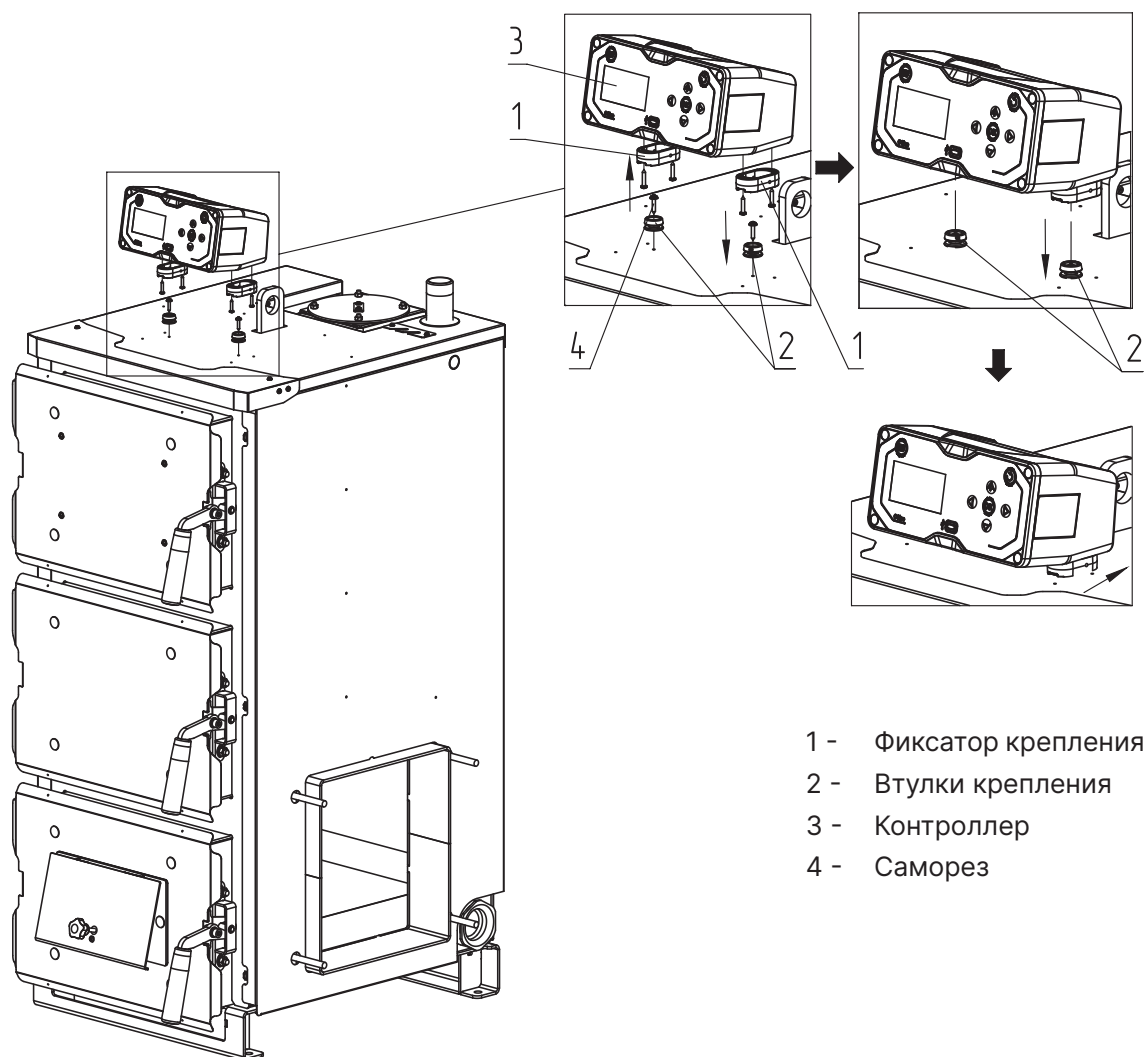

Рис.9 Монтаж контроллера
2. С помощью саморезов (**Рис.9, поз.4**) прикрепите к контроллеру (**Рис.9, поз.3**) фиксаторы крепления (**Рис.9, поз.1**);
3. Втулки крепления (**Рис.9, поз.2**) прикрепите к крышке котла с помощью саморезов (**Рис.9, поз.4**);
4. Контроллер на фиксаторах (**Рис.9, поз.1**) установите на втулки крепления (**Рис.9, поз.2**) и зафиксируйте, сдвинув контроллер назад.